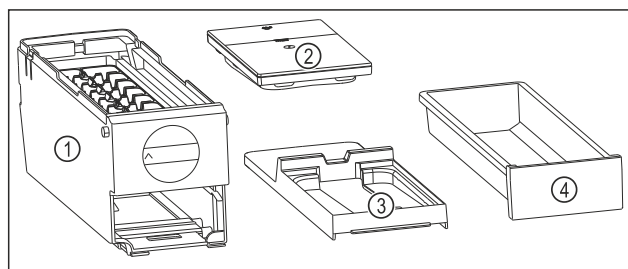

Fig. 89 Составные части EasyTwist-Ice
- ▷ EasyTwist-Ice разобран на четыре части. (см. Fig. 89)
- Разбирайте EasyTwist-Ice только на составные части, представленные на рисунке. (см. Fig. 89)
- Очищайте корпус EasyTwist-Ice Fig. 89 (1) как цельное устройство.